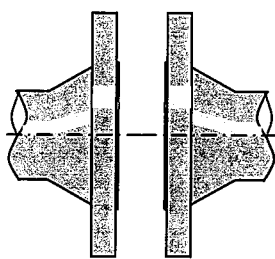

図4 面間が大きい
- フランジ面間が大きく開いていると、大きなボルト締付力を与えても、実際のガスケット面圧が小さく、漏れの原因となりますので修正してください。(図4参照)